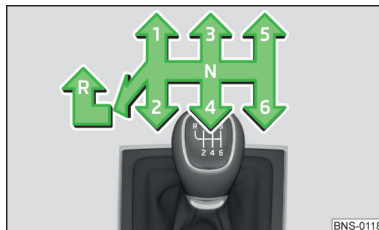

Fig. 251
En la palanca de cambios se presenta el esquema de cambio para cada posición de marcha » fig. 251.
- Presionar hacia abajo la palanca de cambio y colocarla completamente hacia la izquierda y luego hacia adelante en la posición **R** » fig. 251.